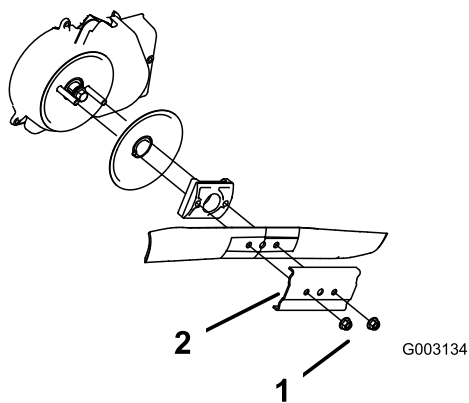

Figura 28
- Togliete i due dadi della lama ed il rinforzo (Figura 28).
- Togliete la lama (Figura 28).
- Montate la lama nuova (Figura 28).